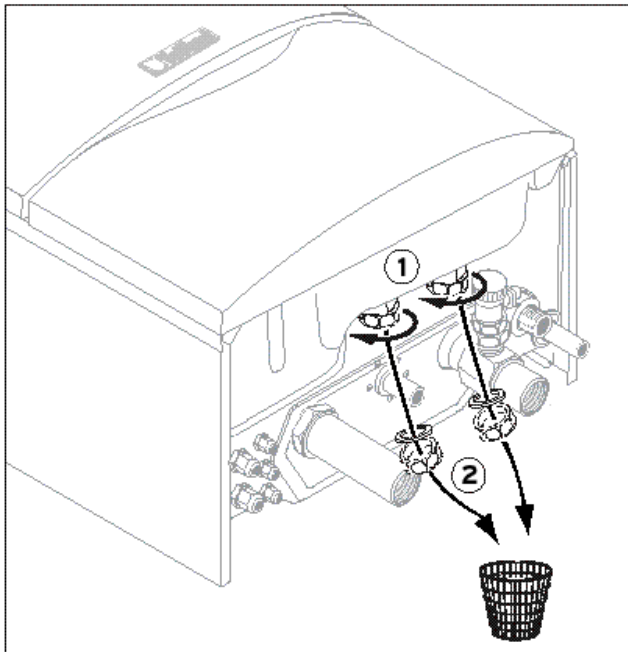

Fig.2 Allontanate (togliete) i coperchi di chiusura
- Togliete entrambi i coperchi di chiusura dei raccordi boiler alla caldaia (fig. 2)